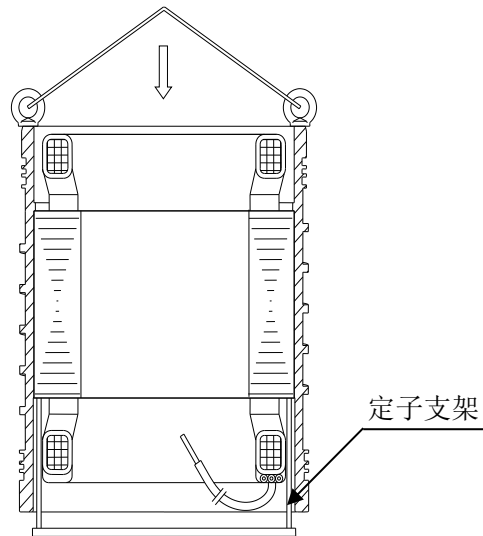

图 6-2-2-1 不带冷却套定子安装示意图
- 2) 采用工装将定子支撑起来，如图 6-2-2-1 所示定子支架。
- 4) 找准安装方向，按图 6-2-2-1 所示，将冷却套或机壳套入定子。